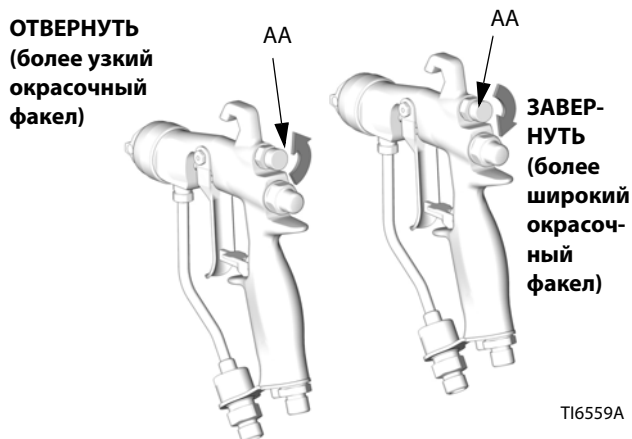

Рис. 5. Ручка регулировки подачи воздуха для факела
- См. Рис. 5. Перекройте подачу воздуха на распыление, повернув круглую ручку (AA) по часовой стрелке (завернув) до упора. Это приведет к формированию наиболее широкого окрасочного факела.
- См. Рис. 5. Для уменьшения ширины факела необходимо повернуть круглую ручку клапана подачи сжатого воздуха (AA) против часовой стрелки (открутить). Если ширина окрасочного факела все еще недостаточна, немного увеличьте давление воздуха, подаваемого в краскораспылитель, или воспользуйтесь соплом другого размера.